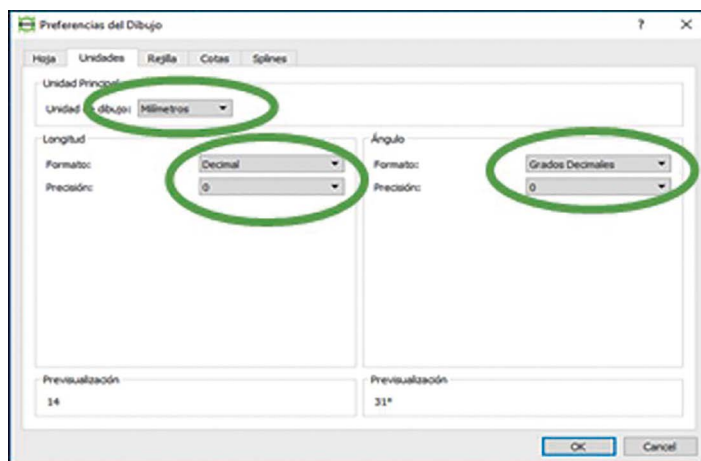

Fig. 9.18 Establecer preferencias del dibujo
- b) En 'Unidades', en la opción 'Unidad Principal' seleccionamos 'Milímetros'; en la opción 'Longitud', en opción 'Formato', seleccionamos la opción 'Decimal'; y en la opción 'Precisión': 0. En la opción 'Ángulo', en la opción 'Formato' seleccionamos 'Grados Decimales', y en 'Precisión', 0 (fig. 9.18).